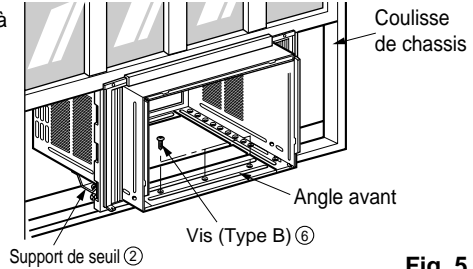

Fig. 5
- 6 Installez le boîtier avec une inclinaison d'environ 1/2" (1,27 cm) vers l'extérieur (Voyez la fig. 5). Réglez l'écrou et le boulon des supports de seuil ② de manière à équilibrer le boîtier.
- 7 Fixez le boîtier au rebord de fenêtre à l'aide de vis de type B ⑥ (16 mm [5/8"] de long) passant à travers de l'angle avant du boîtier et se logeant dans le rebord de fenêtre.
- 8 Tirez chaque volet d'étanchéité ① entièrement contre chaque coulisse de châssis et répétez l'étape 2.